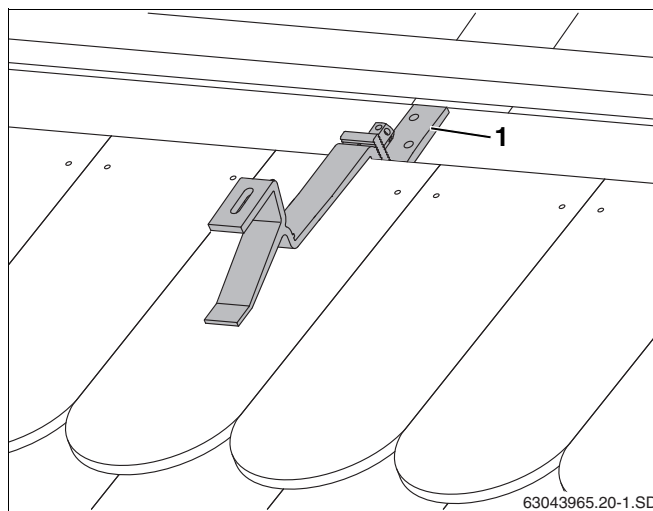

Рис. 18 Установленный кровельный крюк
- ▶ Нижнюю часть кровельного крюка сдвиньте вниз настолько, чтобы он прилегал к стропилам или доске/брусу (рис. 18, поз. 1).